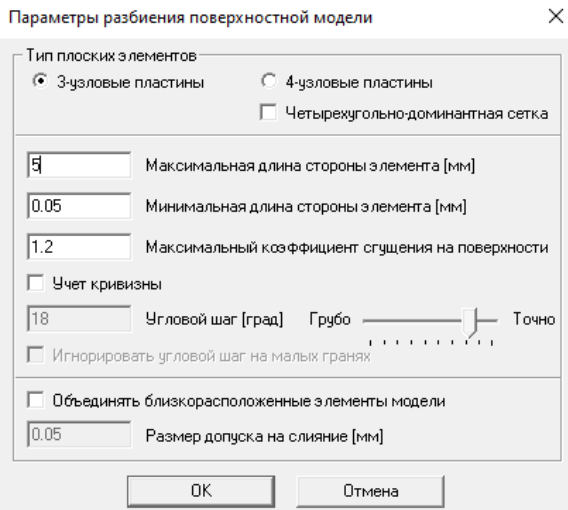
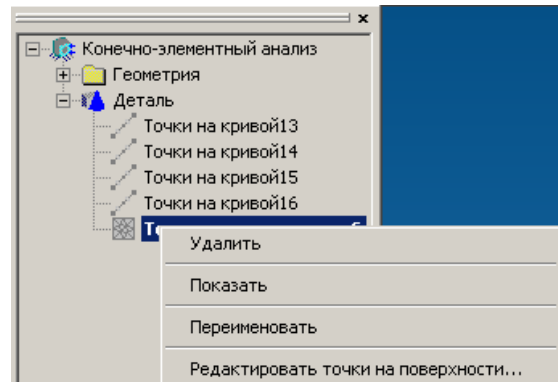
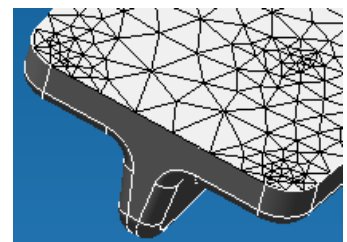

Рис. 2.4.6 Окно Разбиение поверхности.
Рис. 2.4.7 Объект Точки на поверхности.
Рис. 2.4.8 Пример сетки со сгущением.
1. Для разбиения поверхности укажите поверхность. Выбранная поверхность при этом подсветится зеленым цветом и станут доступны поля диалогового окна для ввода параметров разбиения (рис. 2.4.6). Далее введите параметры сетки (длина стороны элемента и коэффициент сгущения) и нажмите кнопку *Разбить*. При этом в дереве модели детали создается объект «Точки на поверхности» и связанные с поверхностью объекты «Точки на кривой» (рис. 2.4.7). Сетка отрисовывается на ребре в соответствии с заданными параметрами разбиения. Если заданное разбиение не устраивает можно воспользоваться кнопкой *Удалить сетку с поверхности* и затем задать разбиение с другими параметрами.
- При разбиении поверхности создаются узлы на смежных ребрах в виде Точек на кривой (рис. 2.4.7). Эти точки на кривой являются связанными с сеткой на поверхности. Для удаления необходимо сначала удалить точки на поверхности (сетку), а только потом можно удалить точки на кривой.
2. Для сгущения сетки выберите узел. После этого станут доступны поля для ввода параметров переразбиения (рис. 2.4.6). Введите число уровней и коэффициент сгущения и нажмите кнопку «Переразбить» (рис. 2.4.8).